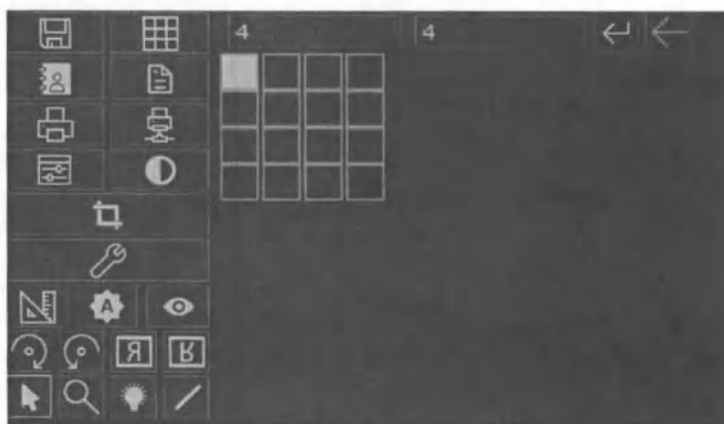

Рис. 87 Выбор раскладки
- Откроется панель с динамической сеткой разбивки области изображений (Рис. 87 Выбор раскладки);